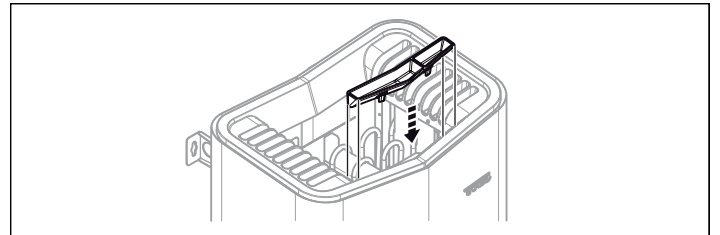

Рисунок 12: Установка держателя ароматизатора/увлажнителя воздуха
10. Установите чашу для трав/увлажнитель воздуха (см. Рис. 12).